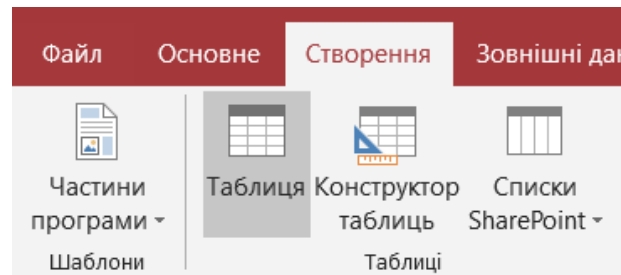

Рисунок 3.10 – Вікно створення таблиці
1.1. Для цього у вікні відкритої бази даних (рисунок 3.10) перейдіть на вкладку «Створення» і натисніть іконку «Таблиця».